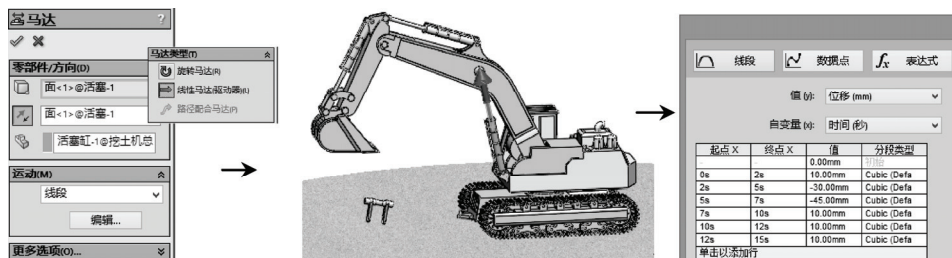

图 8-21 添加第一个直线马达并设置马达线段操作
STEP 3 同 **STEP 2** 的操作，单击“马达”按钮，选择支撑“动臂”的一个“活塞”，选择“要相对移动的零部件”为下部的“活塞缸”，然后输入“线段”运动类型的相关数据，如图 8-21 所示。